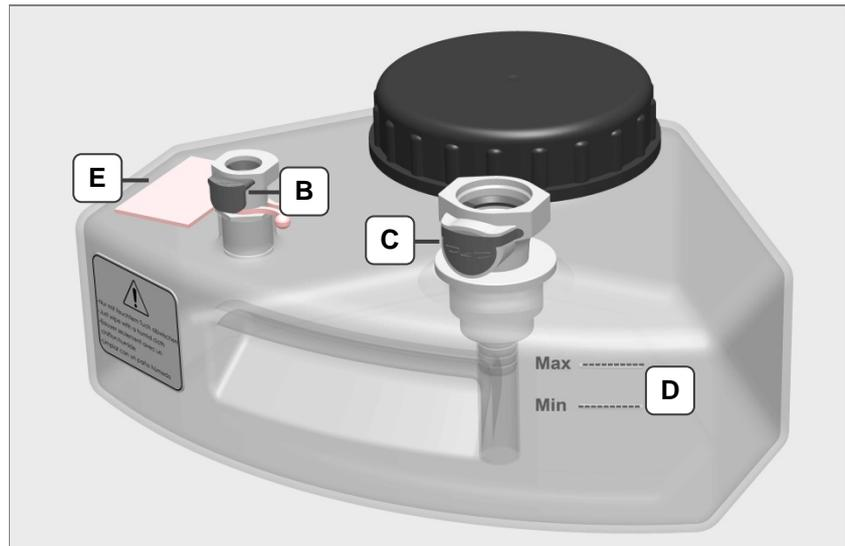

Fig. 4.4.3 Réservoir de fluide
appuyez sur le bouton de déverrouillage sur la vanne de fermeture du réservoir (*fig. 4.4.3.B/C*) tout en tirant le raccord de tuyau vers le haut afin de le déconnecter de la vanne de fermeture.
4. Ôtez le bouchon à vis et remplissez le réservoir avec le fluide de nettoyage approprié jusqu'à un niveau de remplissage situé entre les repères *Min - Max* (*fig. 4.4.3.D*).
Dans le but d'assurer le fonctionnement conforme de la machine à nettoyer et d'obtenir les meilleurs résultats de nettoyage, le niveau de remplissage doit toujours se situer entre les marques (*fig. 4.4.3.D*):